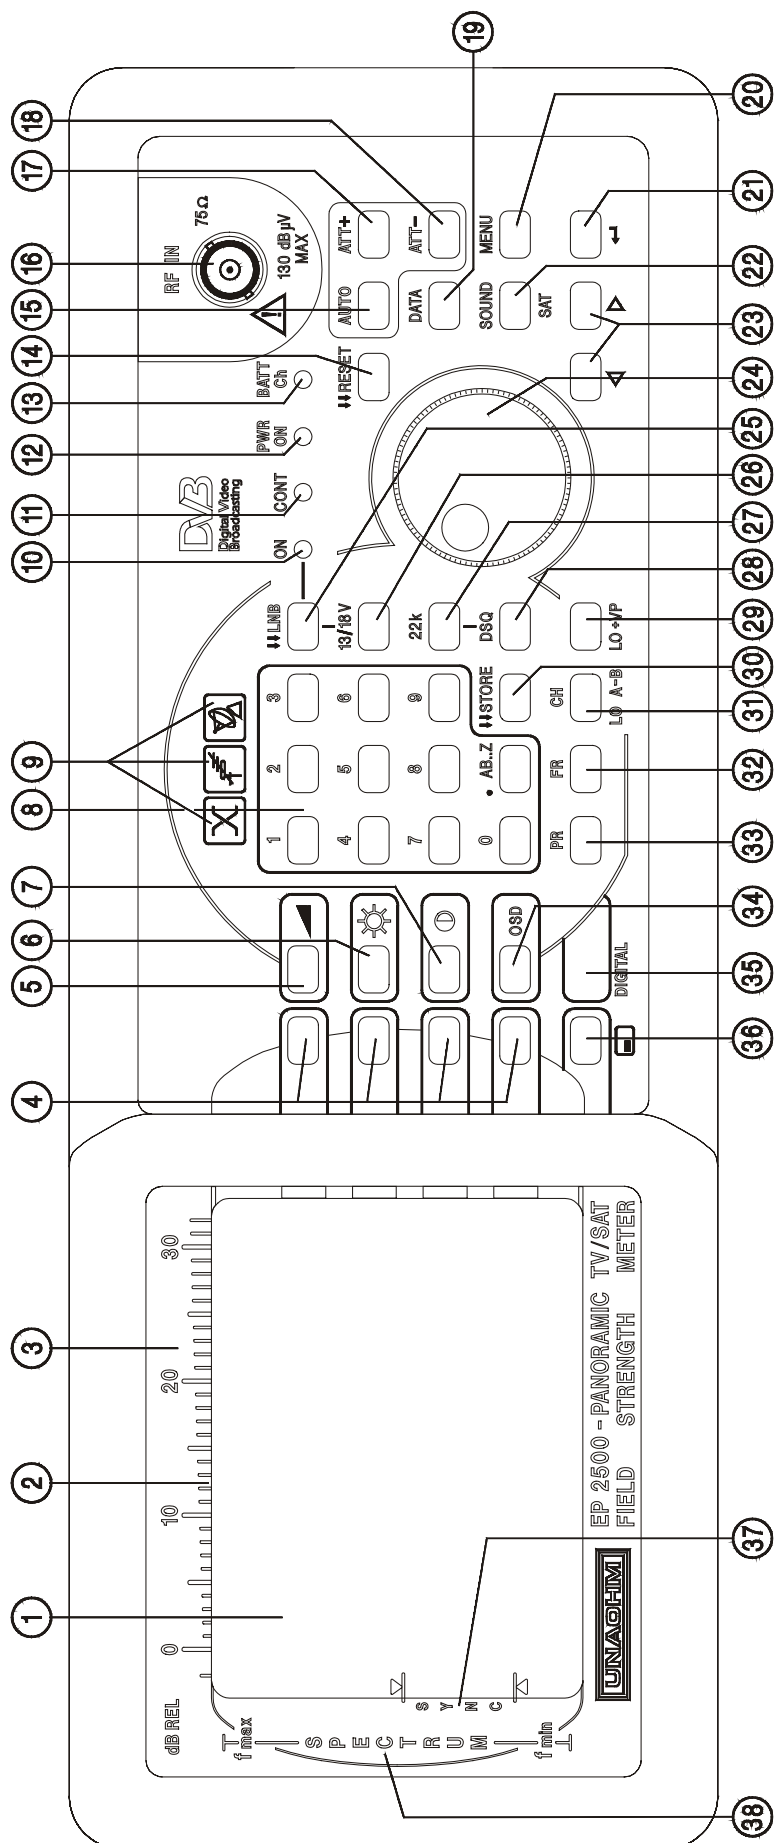
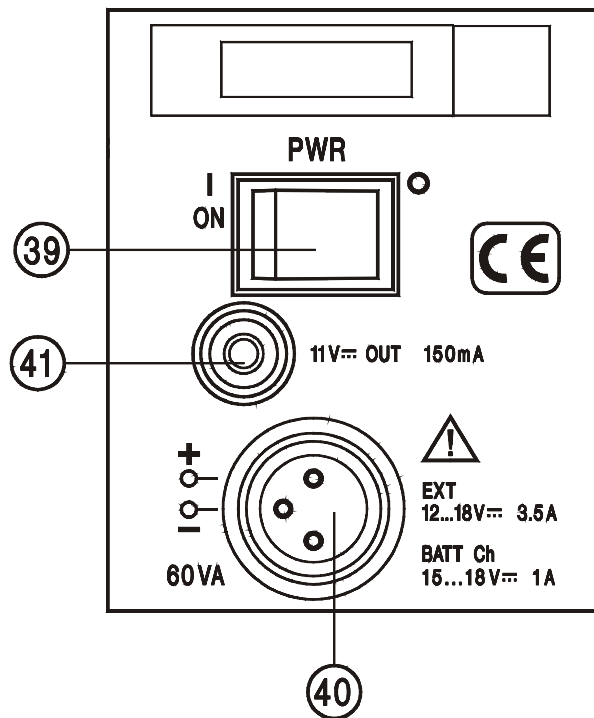

Figura 1: Vista del pannello frontale
Figura 2:
La legenda fa riferimento a Figura 1, Figura 2, Figura 3.
E' disponibile, a disposizione dell'utilizzatore, un'uscita a 11Volt indicata 11V OUT (41), autoprotetta e con limitazione di corrente a 150 mA (vedi Figura 2).